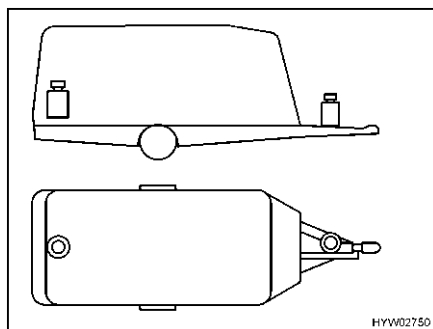

Fig. 8 Distribución incorrecta del peso
**Carga incorrecta** Las cargas por separado (Fig. 8) dan un gradiente de centrifugación.